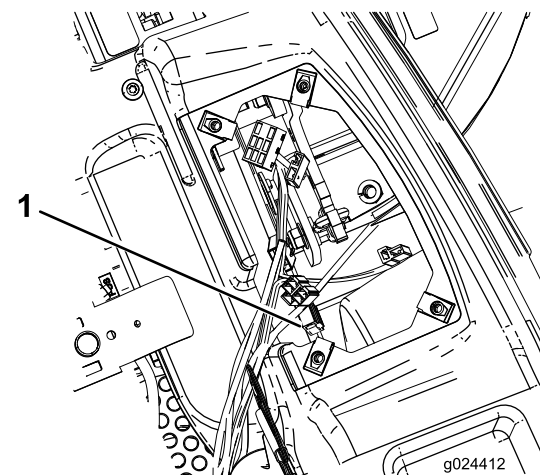

Figura 44
3. Agarre el fusible del motor y retírelo del bloque de fusibles en línea recta (Figura 44).